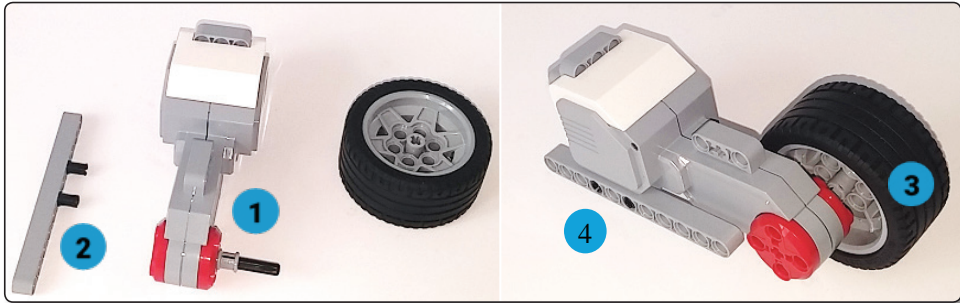

Figura 2.2-10. Montaje de la tracción izquierda del robot de sumo EV3
4. La barra se conecta al cuerpo del motor según se ve en la Figura 2.2-10.
Se repite el proceso para la tracción izquierda, de modo que obtenemos un conjunto simétrico al de la Figura 2.2-10.